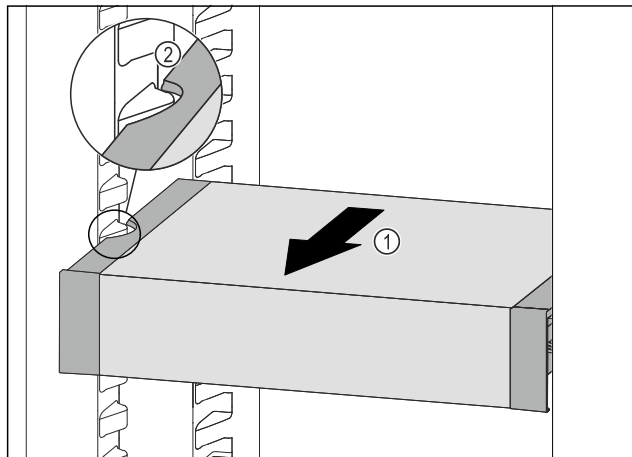

Fig. 111
- Tire del VarioSafe hacia delante Fig. 111 (1) hasta que los huecos laterales del VarioSafe se encuentren a la altura de la nervadura del recipiente en el compartimento del frigorífico. Fig. 111 (2)